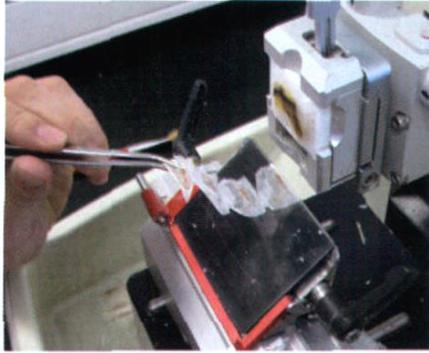

图7 单张切片,用镊子沿蜡块的底端平行牵拉,可形成蜡带
1.4 切片随着蜡块的运动而运动 这一现象的原因可能是因为室温太高,或蜡太软而产生。如果蜡带不能连续,可以先单张切片,再用镊子或细长的竹签沿蜡块的底端平行牵拉,方可形成蜡带(图7)。